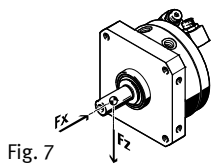

Fig. 7
6. Убедитесь в том, что при закреплении перемещаемой нагрузки соблюдаются следующие условия (Fig. 7):